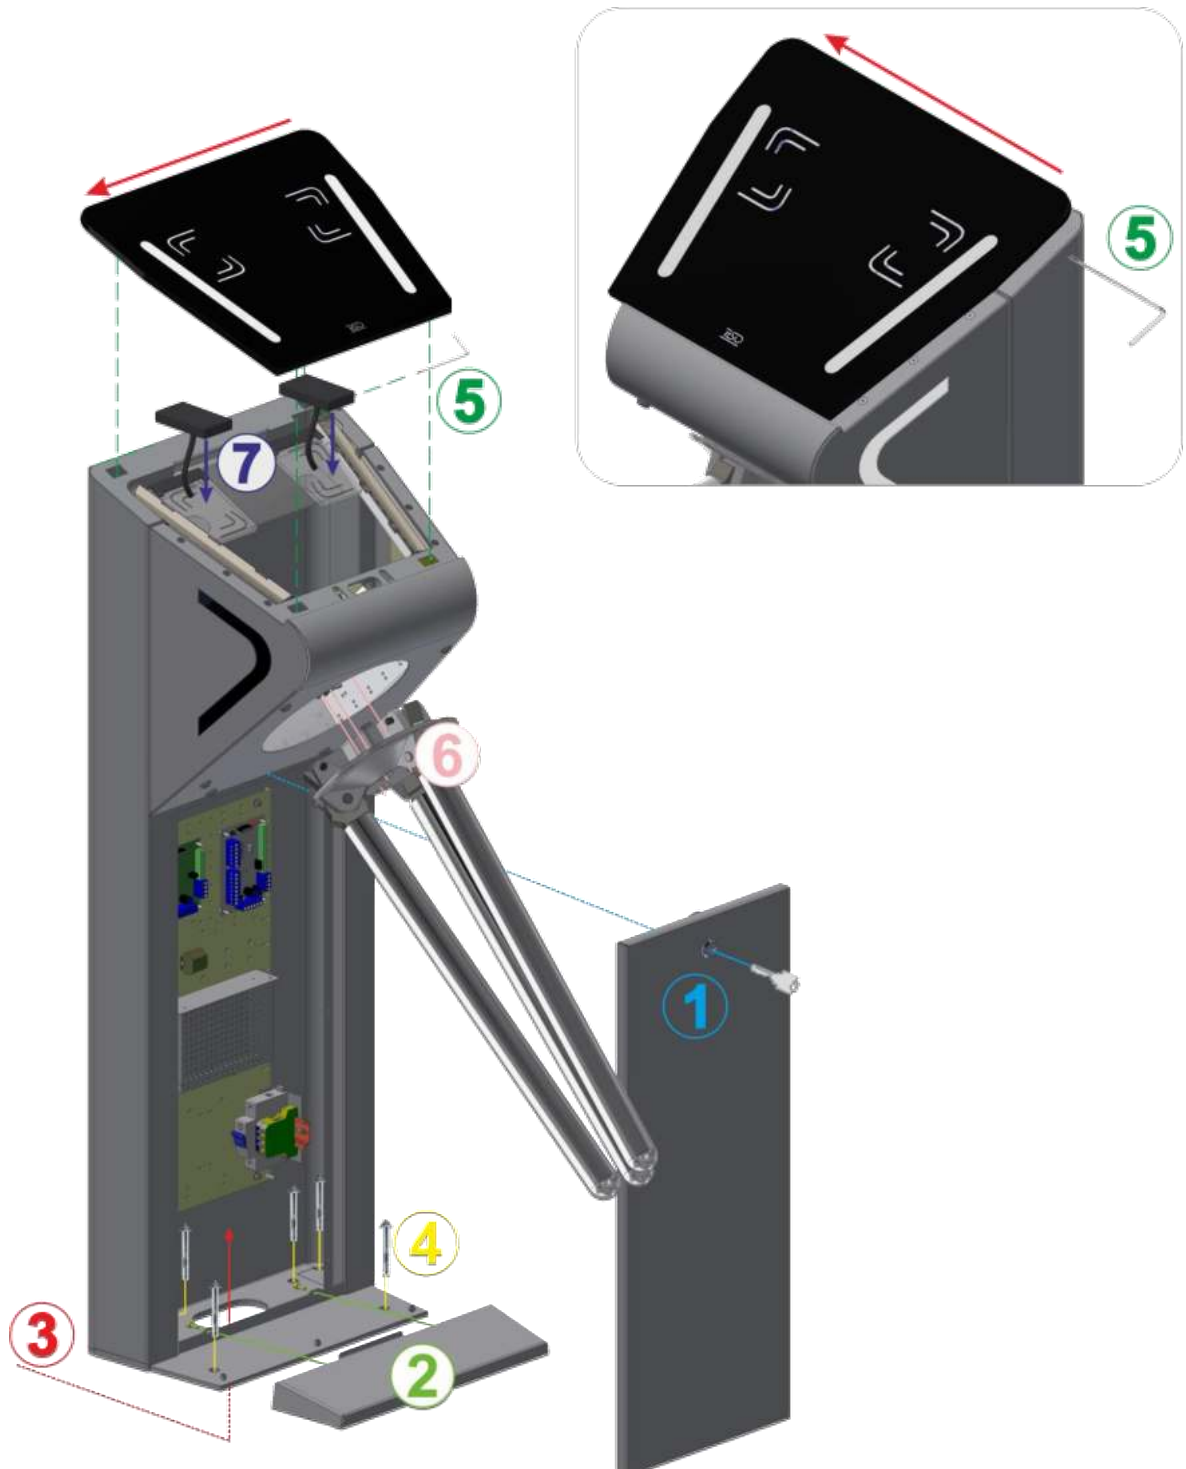

Рис. 15 – Загальний вид збірки турнікету-трипода «Onyx-S»
8) Для доступу до кріпильних та технологічних отворів основи та клемних колодок турнікета-трипода «ONYX-S» необхідно (Рис.15):